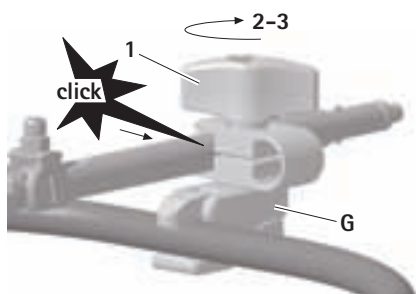

Fig. 7
- Introducir con un clic la barra de acoplamiento **B** o la pieza de conexión con acoplamiento rápido **A** en la boca de la grapa **G** y colocarla en la posición deseada, ver Fig. 7.